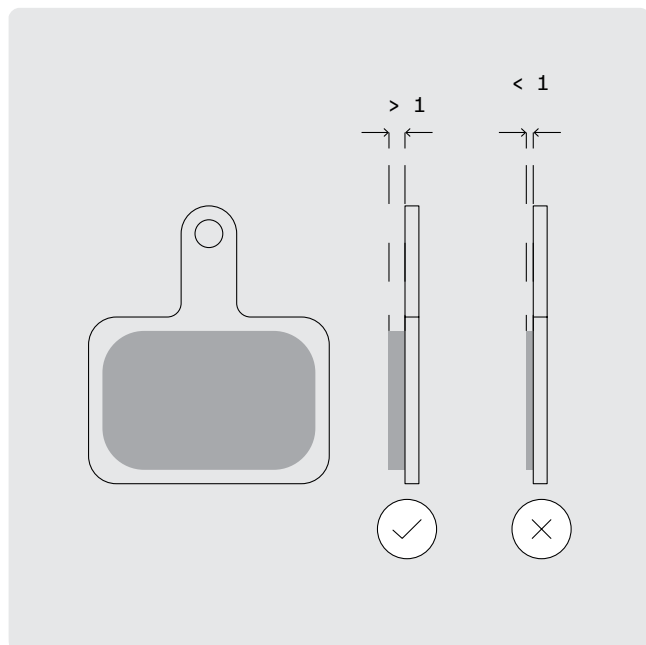

FIG. 40
- Udskift bremseklodserne, når belægningen er mindre end 1 mm tyk (fig. 40). Bremsebelægningerne må aldrig køres så langt ned, at belægningens bærelade gnider mod bremseklodserne.